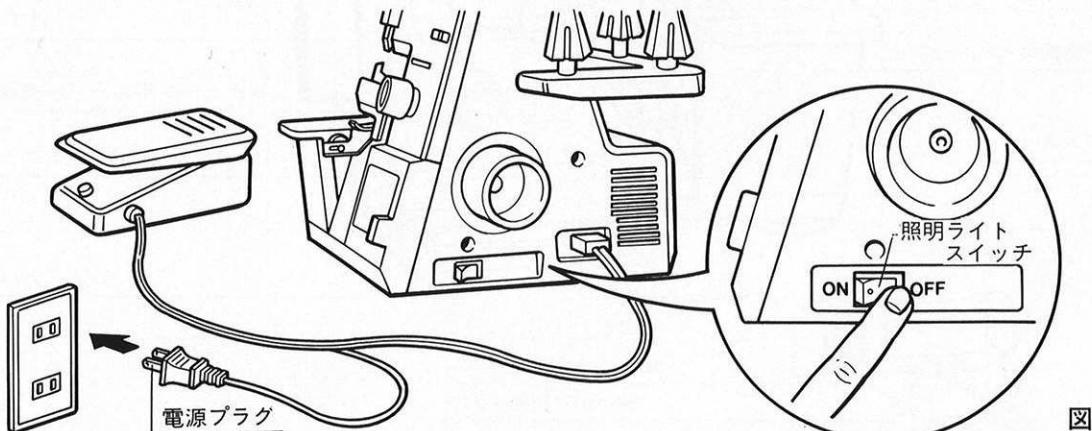

図3
- コントローラーの電源プラグをコンセントに、もう一方をミシン本体のモーター接続器に差し込んでご使用下さい。（図3）
- 照明ライトスイッチを「ON」にすると照明ライトは点灯し、「OFF」にすると消えます。（図3）